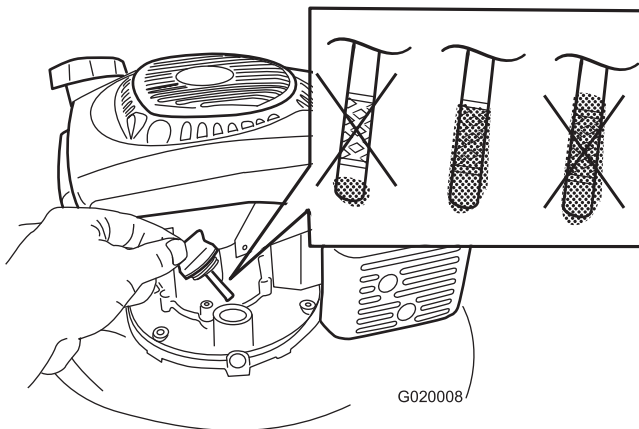

Figure 6
5. Sortez de nouveau la jauge et vérifiez le niveau d'huile (Figure 6).
2. Retirez la jauge (Figure 6) et versez de l'huile dans le goulot de remplissage pour remplir le carter jusqu'aux 3/4.